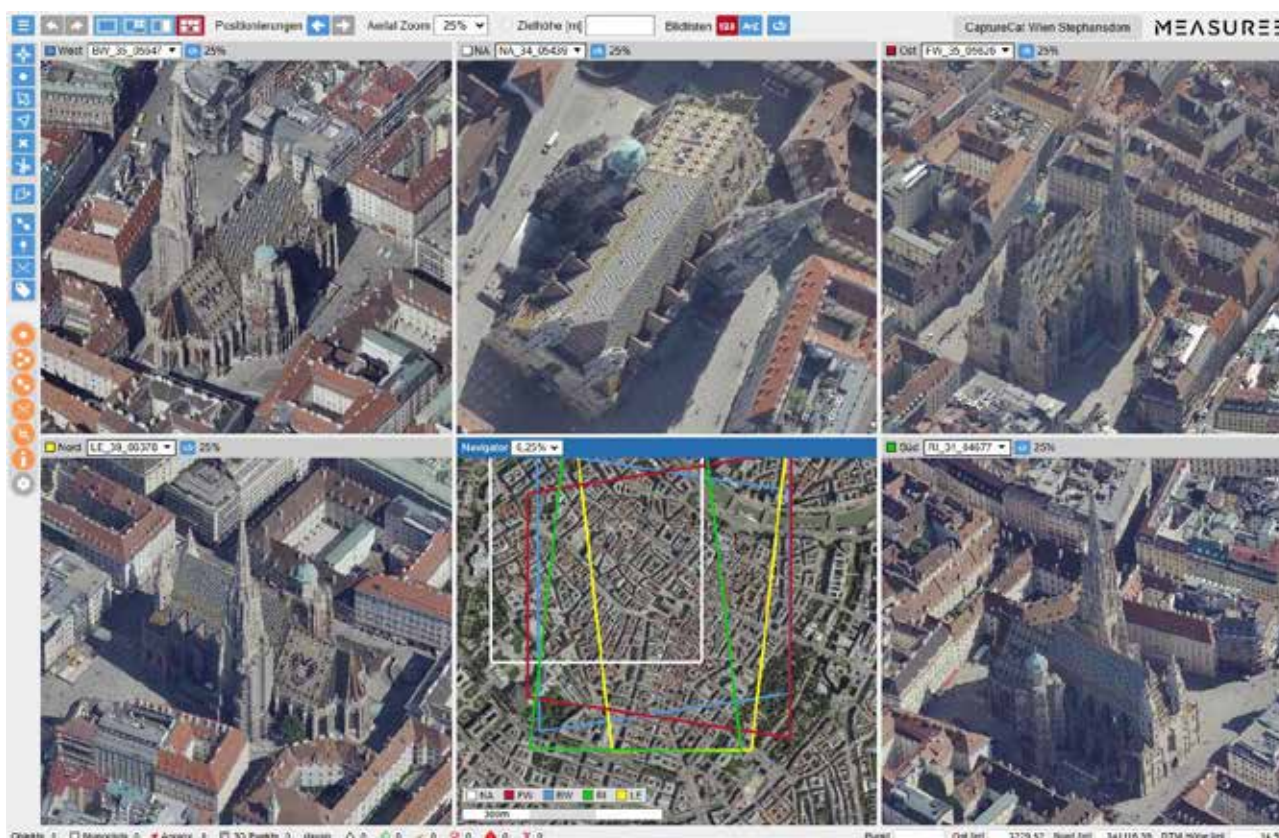

Abb. 1: Stephansdom in Wien (2020) aus unterschiedlichen (Schräg-)Bildperspektiven in MEASUREE
- **Betrachtung** (engl. Viewing) eines Interessensbereichs ohne ihn besuchen zu müssen, vorzugsweise aus mehreren Perspektiven (sequentiell oder synchron), siehe Abb. 1
Während senkrecht aufgenommene Luftbilder bereits sehr weit verbreitet sind, sind **schräg aufgenommene Luftbilder** in der Vermessung und Kartographie noch relativ neu. Schrägluftbilder – oder kurz Schrägbilder – zeichnen sich dadurch aus, dass sie die dreidimensionale Struktur von Objekten sichtbar machen – insbesondere dann, wenn ein zu untersuchendes Objekt gleichzeitig aus mehreren Perspektiven betrachtet werden kann (vgl. Abb. 1).